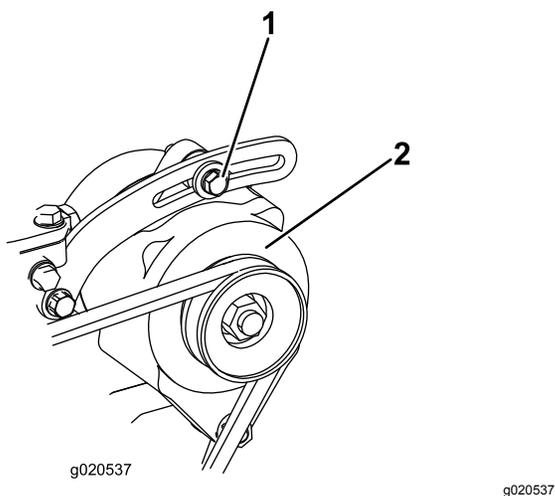

Рисунок 89
1. Если прогиб не равен 10 мм, ослабьте болты крепления генератора (Рисунок 89).